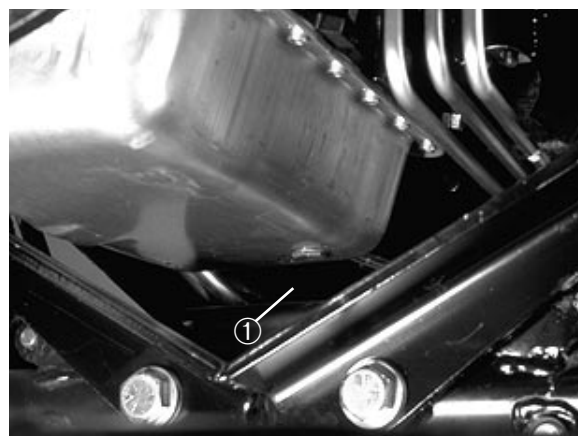

Fig. 35
OLIO MOTORE E FILTRO (Fig. 35 e 36)
1. Togliere il tappo di spurgo (Fig. 35) e lasciare spurgare l'olio nella bacinella. Quando l'olio cessa di fluire, montare il tappo di spurgo e la nuova tenuta n.cat. 74-7850.